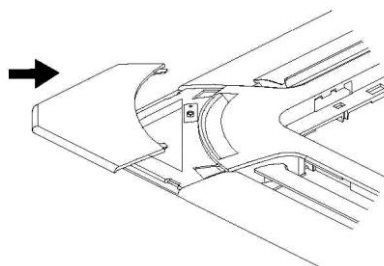

Fig. 10.6
6. Ajustar las cubiertas de instalación en las cuatro esquinas, pulsándolas hacia adentro. (Véase fig. 10.6)